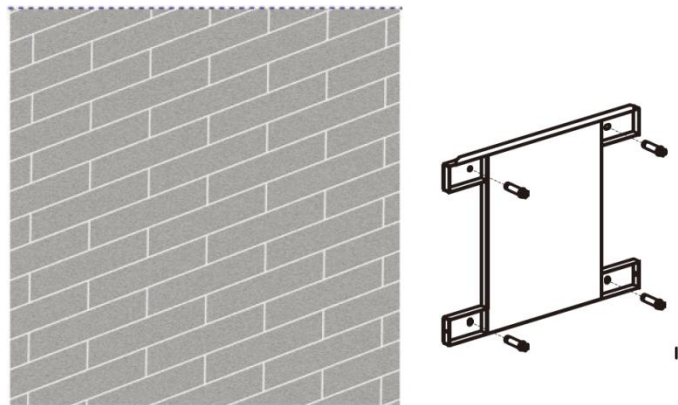

Рисунок 5.4 – Монтаж крепежного элемента к стене
3. Используя дюбели, смонтируйте крепежный элемент на стене (см. рисунок 5.4).
Инвертор следует монтировать строго вертикально на вертикальной стене. Используйте соответствующие дюбели для монтажа крепежного элемента на стене или стойке (см. Рисунок 5.4).